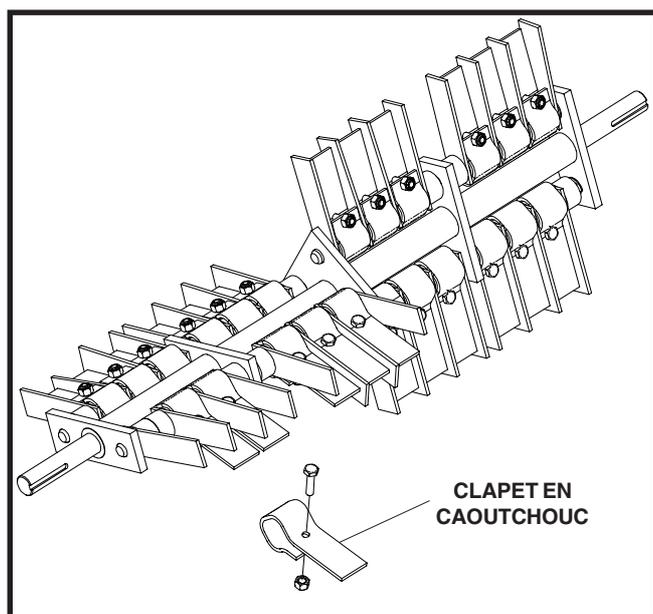

FIGURE 3
12. Introduire la roue et montez deux (2) bagues de serrage. (Certaines unités comportent une goupille d'assemblage.)
14. Installez les clapets en caoutchouc entre les lames-fleaux sur l'arbre du râteau. Voir la figure 3. Si cet arbre est installé, il N'EST PAS nécessaire de retirer l'arbre de l'unité pour installer les clapets en caoutchouc.